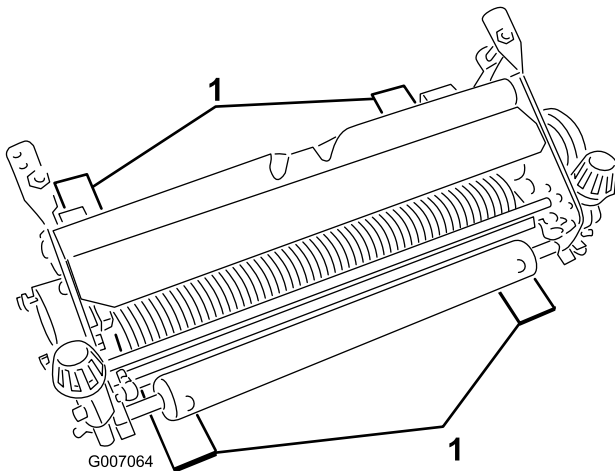

Figure 3
2. Legen Sie vier Messlehren mit der gewünschten Bodeneindringung des Messers unter die vordere Rolle und die Hinterräder des Vertikutiergeräts (Figure 3).